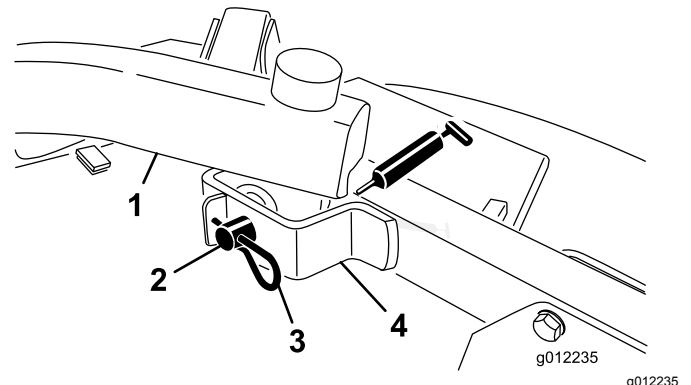

Figura 20
- Perni orientabili dei bracci di sollevamento anteriori (Figura 20)